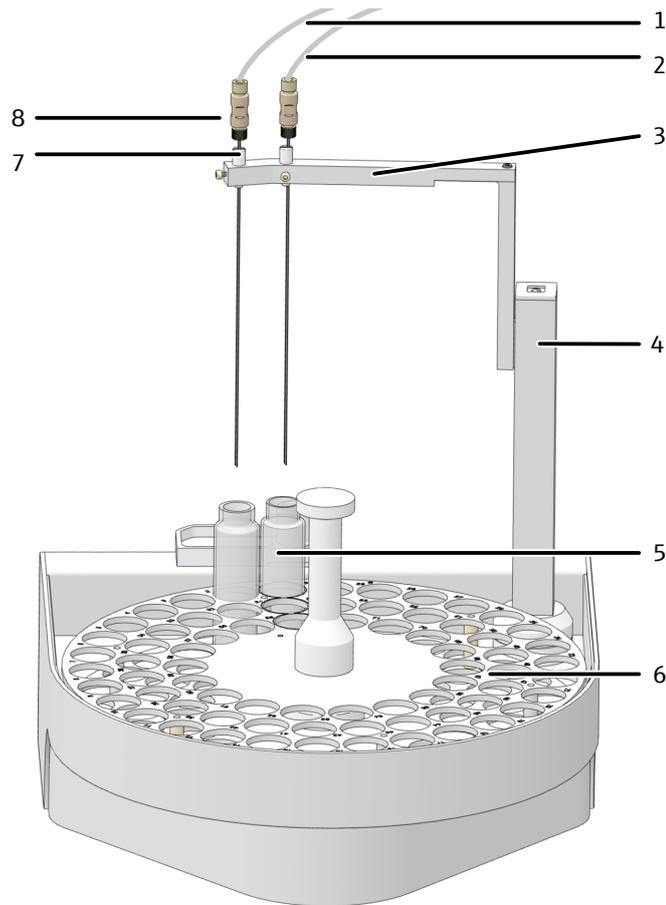

Abb. 29 Aufbau des Probengebers AS vario
- ▶ Für NPOC-Messungen mit parallelem Ausblasen: Einführung je einer Kanüle mit Hülse in die beiden Positionen der Kanülenhalterung (Abb. 29  49).